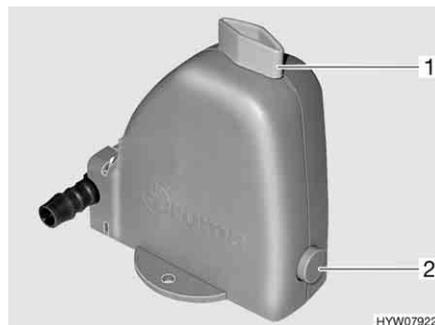

Fig. 187 Valvola di sicurezza/di scarico del boiler
Il boiler è dotato di una valvola di sicurezza/di scarico (Fig. 187). La valvola di sicurezza/di scarico impedisce che l'acqua congeli nel boiler in presenza di basse temperature esterne, quando il riscaldamento dell'autocaravan non è acceso.
- Chiudere la valvola di sicurezza/di scarico. A tal fine ruotare la manopola (Fig. 187,1) verticalmente rispetto alla valvola di sicurezza/di scarico e premere verso l'interno il bottone automatico (Fig. 187,2).
- Aprire la valvola di sicurezza/di scarico. A tal fine ruotare la manopola (Fig. 187,1) nel senso della lunghezza della valvola di sicurezza/di scarico. Il bottone automatico (Fig. 187,2) scatta all'infuori. Il boiler viene svuotato verso l'esterno tramite la valvola di sicurezza/di scarico.